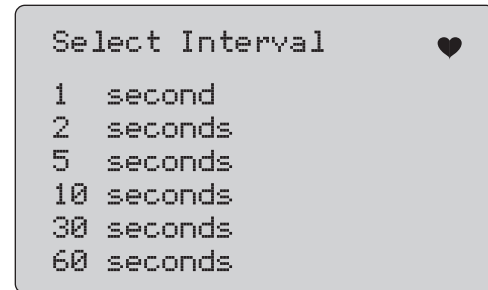

Figure 49. Ecran Logging Interval (Intervalle de journalisation)
4. Sélectionnez l'intervalle de journalisation. Voir la Figure 49.